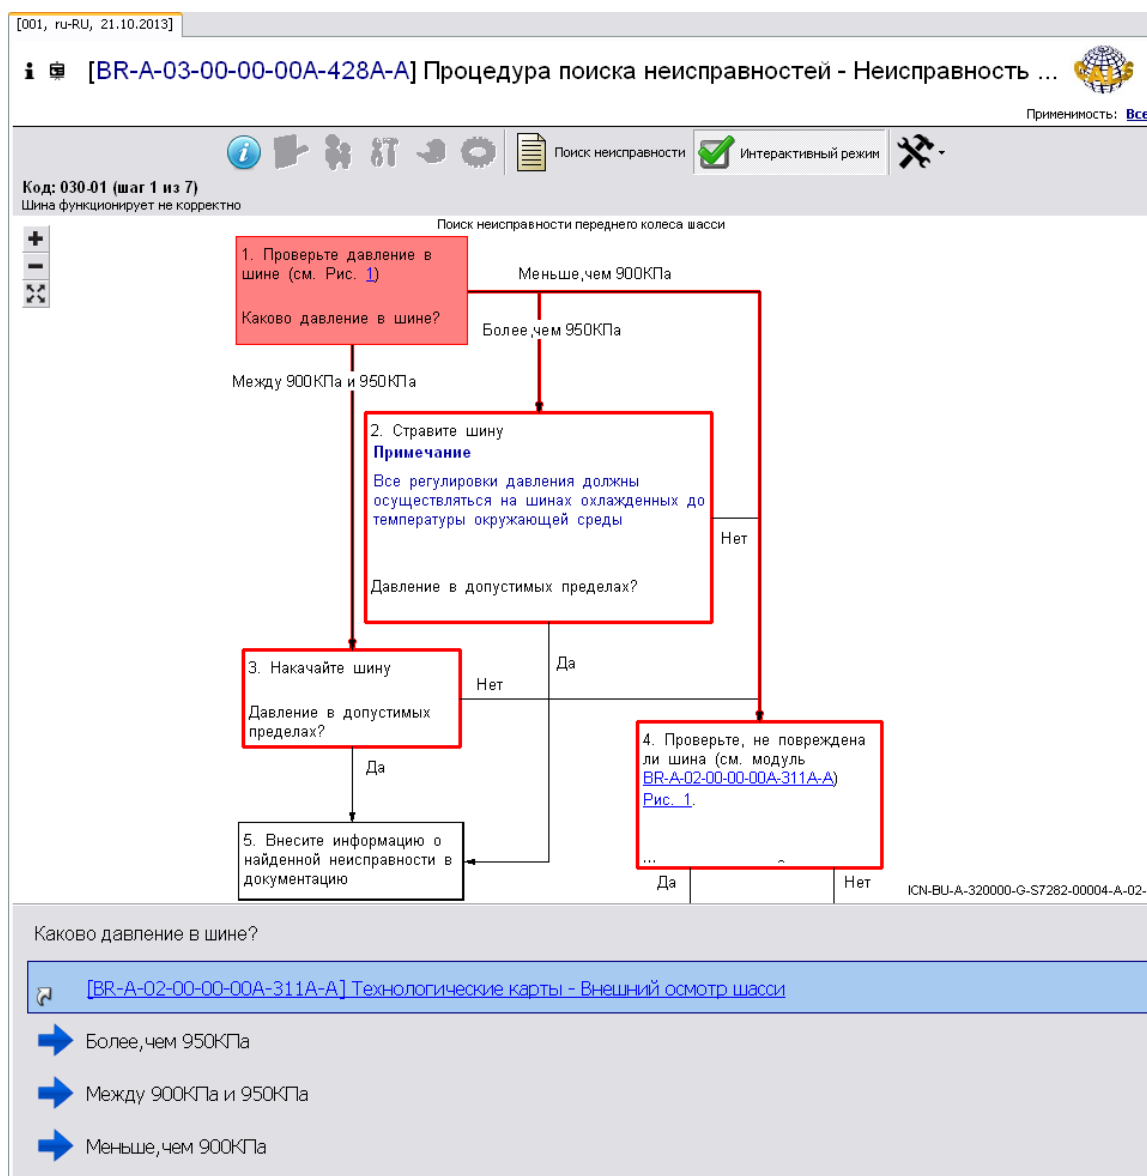

Рис. 8.81
6. Прочитайте сообщение и нажмите на кнопку **ОК**. После этого в правом окне появится содержимое модуля данных, соответствующее интерактивному режиму просмотра (Рис. 8.81).